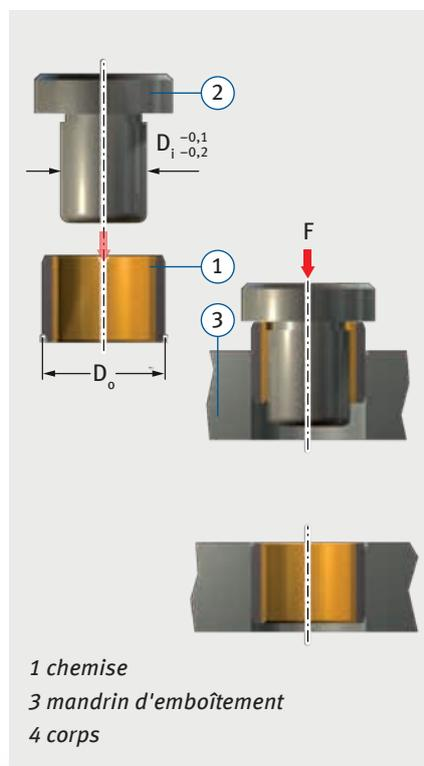

Fig. 2 : emboîtement affleurant $D_o < 55$ mm
- emboîtement affleurant avec mandrin, sans bague auxiliaire, Fig. 2